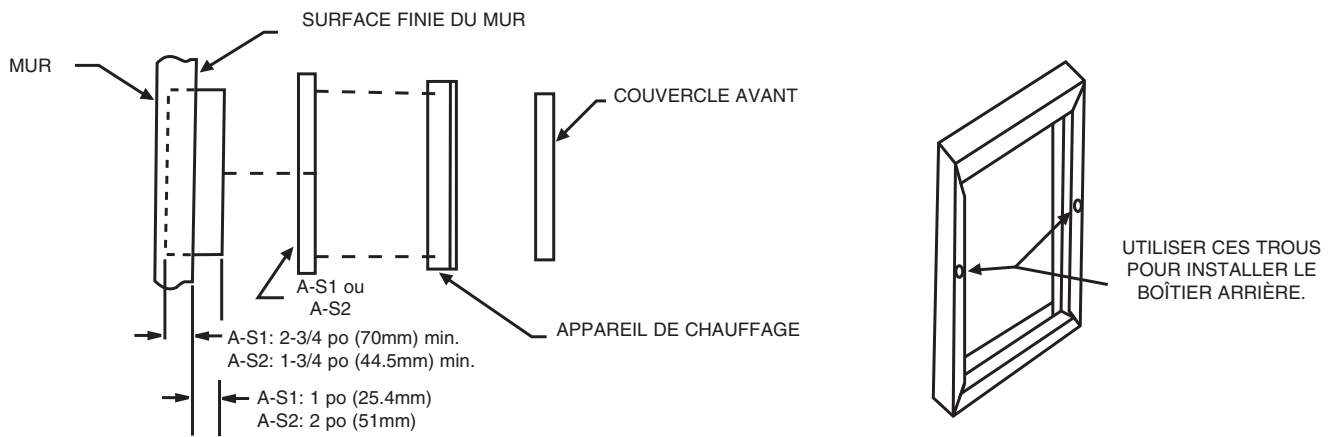

FIGURE 2
1. Lorsque le manchon A-S1 est utilisé, le bord avant du boîtier arrière doit être à 1 po (25.4 mm) au-delà de la surface finie du mur. Lorsque le manchon A-S2 est utilisé, le bord avant du boîtier arrière doit être à 2 po (51 mm) au-delà de la surface finie du mur (Voir la Figure 2).
1. Placer le manchon semi-encastrés sur le boîtier arrière et le fixer au moyen de deux (2) vis n° 6 x 3/8 po (3.5 mm X 9.5 mm) (fournies) vissées dans les trous, tel qu'indiqué à la Figure 2.